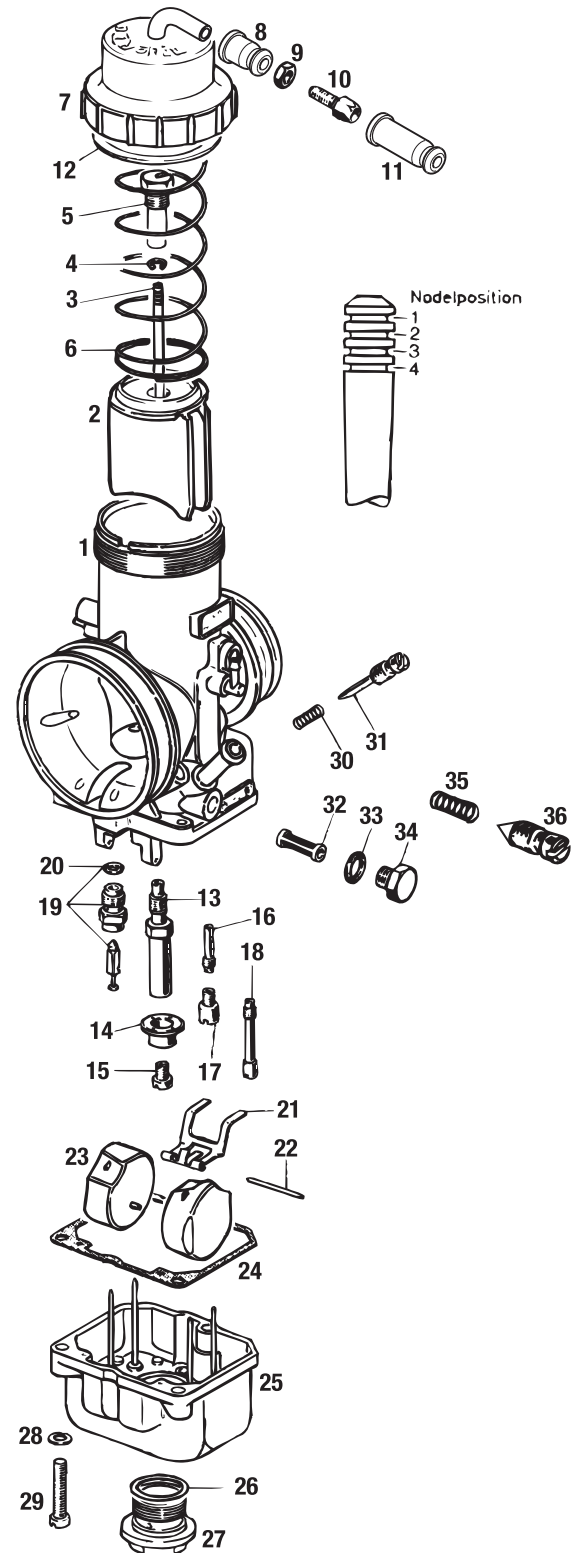

Bild 16
➔ Düsentasse (14) in jener Lage wie in Bild 16 dargestellt und Hauptdüse (15) mit der entsprechenden Dimension (siehe Tabelle 1A bzw. 1B) montieren.